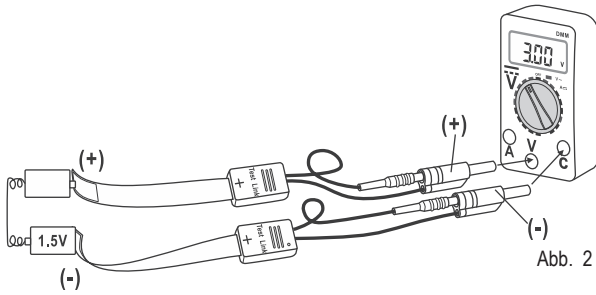

Abb. 2
- Verbinden Sie die Messadapter entsprechend der Abbildung 2 mit einem geeigneten Multimeter.